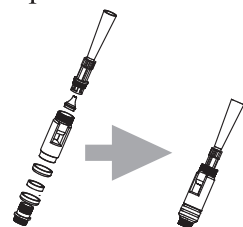

Рис. 4
5. Перед тем как соединить колено и корпус насоса, при помощи шурупов, необходимо установить уплотнительную прокладку между коленом и корпусом, см. рис. 4.